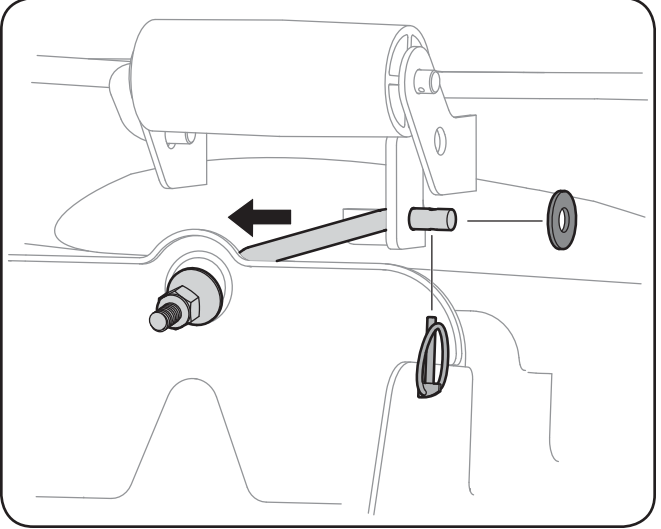

Figure 7-5
10. Dégager la goupille fendue de l'extrémité de la tige de stabilisation et dégagez celle-ci du support d'accrochage du plateau de coupe. Voir la Figure 7-5.